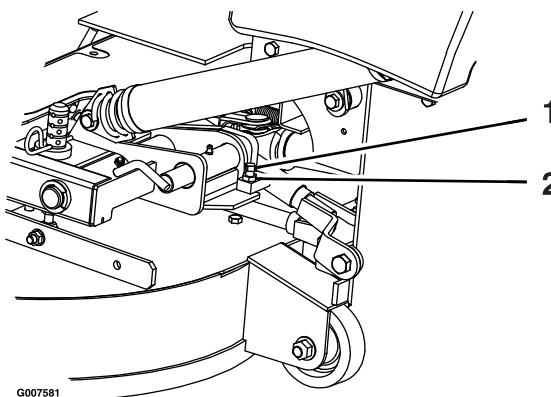

Figura 72
2. Afloje la contratuerca y gire el tornillo de tope en sentido horario hasta que el pestillo de bloqueo esté apretado y no pueda girarse a mano (Figura 72).